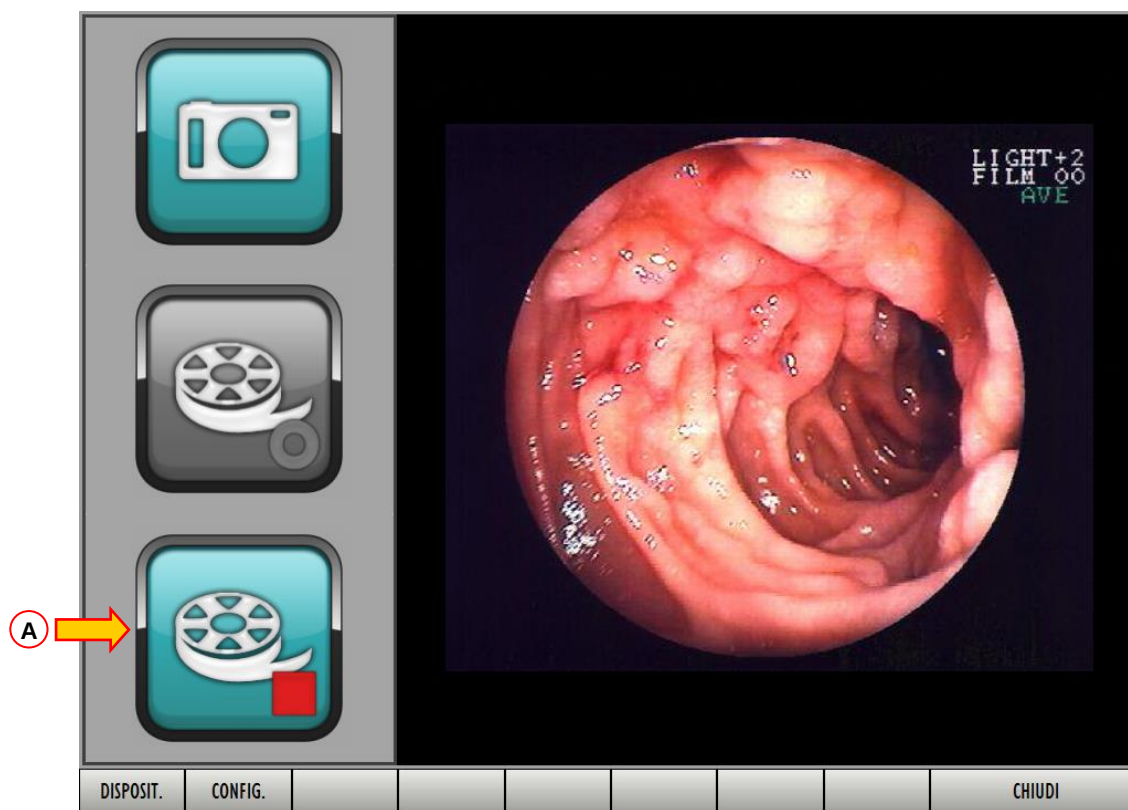
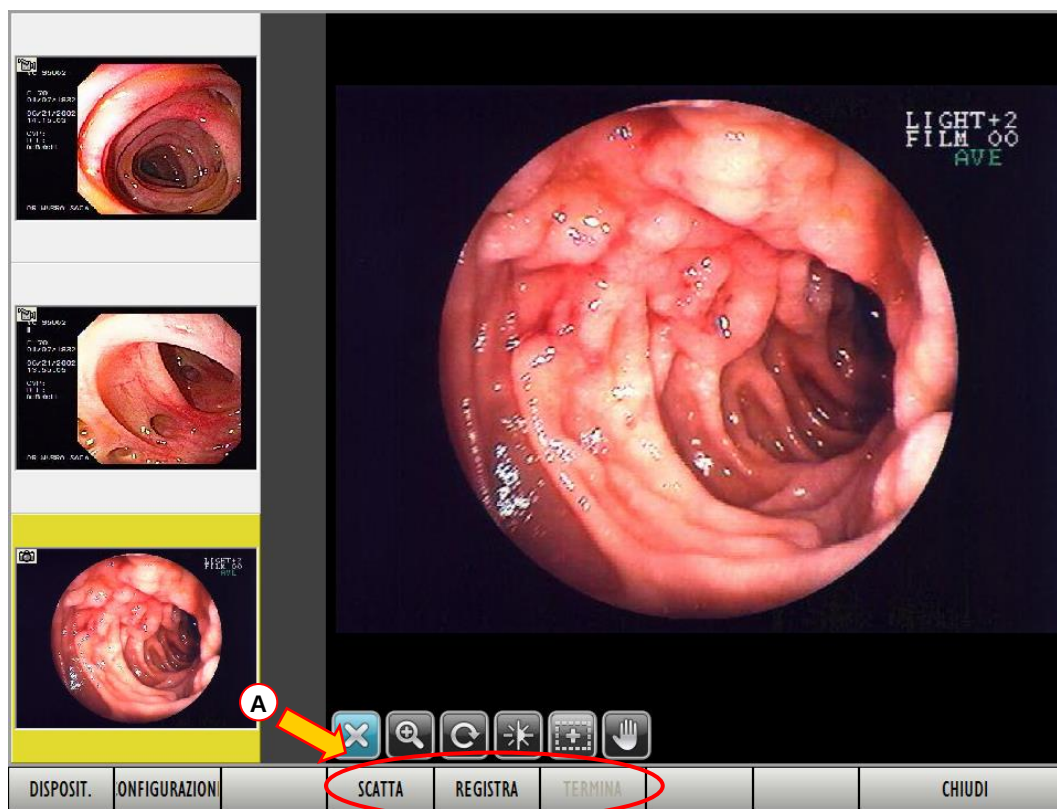

Fig 73 - Cattura di un filmato
Fig 77
Mentre il filmato è acquisito la schermata cambia nel modo mostrato in Fig 73: il pulsante **INIZIA** appare selezionato e il pulsante **TERMINA** diventa attivo.
- Cliccare il pulsante  per concludere l'acquisizione del filmato (Fig 73 A).
Tale procedura prevede che, invece della figura mostrata in Fig 73, in seguito al click sul pulsante **CATTURA**, si rimanga sulla schermata riferita alla visita (Fig 77).
I tre pulsanti indicati in Fig 77 **A** hanno le seguenti funzioni:
Questo pedale può essere utilizzato indipendentemente dalla schermata del sistema correntemente visualizzata. Se si è sulla schermata della visita (la Fig 58 mostra un esempio) utilizzando il pedale si passerà direttamente a quella di cattura (Fig 73 o Fig 77, a seconda delle opzioni scelte in configurazione), altrimenti l'acquisizione dell'immagine avverrà in background. L'acquisizione in background è possibile anche quando il modulo "Image Bank" non è correntemente selezionato.